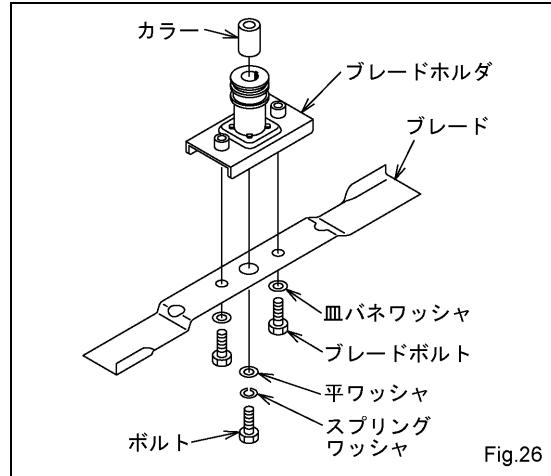

Fig.26
(3) ブレードを回らないように固定してブレードボルト(17mm)をゆるめ、(ブレードボルトは右ネジですので、左方向に回すとゆるみます) ブレードを取り外します。(Fig.26)